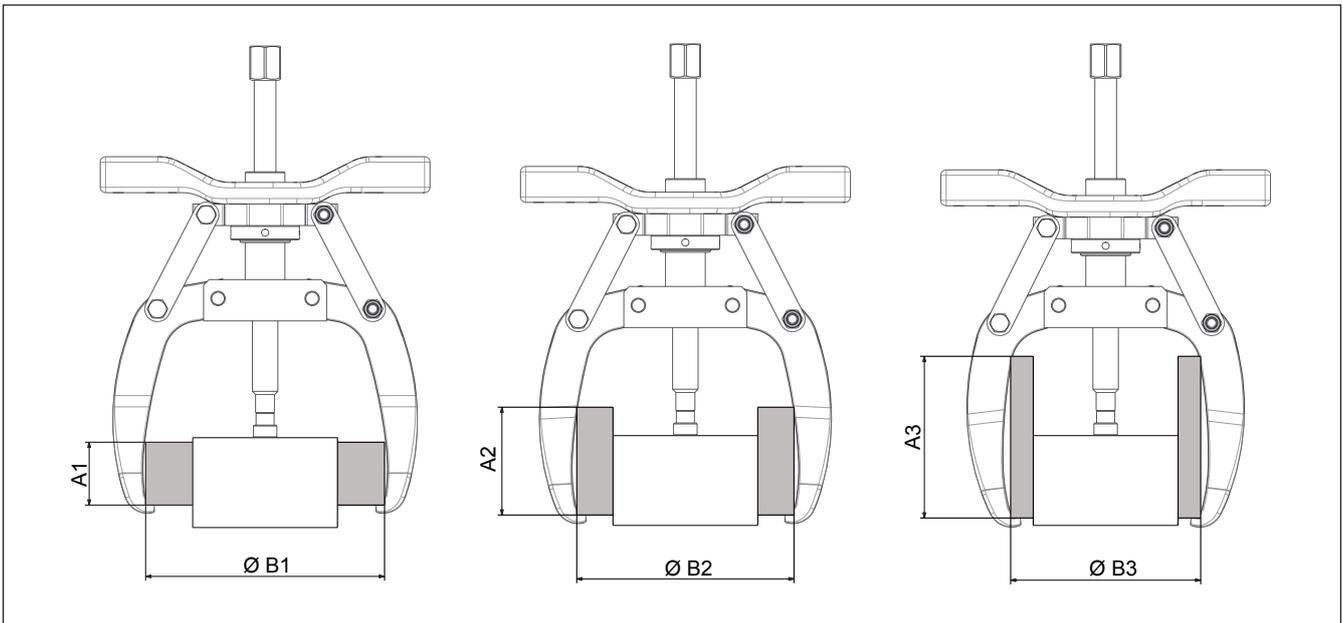

Рис. 6, Максимальная глубина и ширина захвата съемника
- При установке съемника на детали необходимо учитывать максимальные значения глубины и ширины захвата, указанные в Рис. 6. Соблюдение этих важных рекомендаций снизит отклонение захватов и силового винта при приложении большой силы.